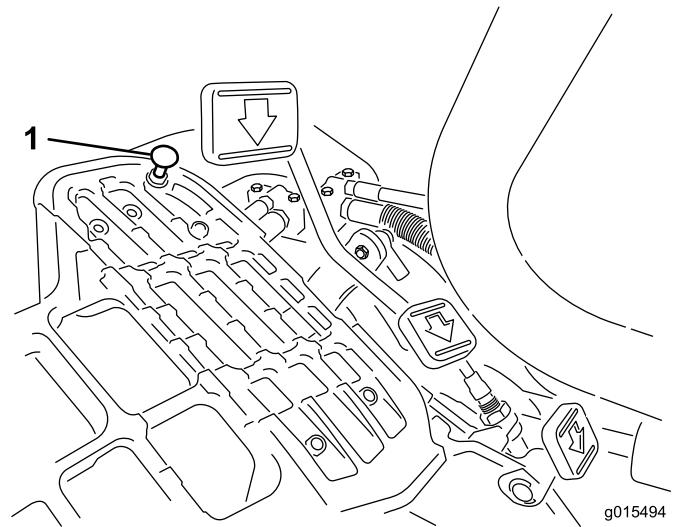

图52
向下按驱动踏板。如果在电缆感到张紧力之前，线缆踏板接触到停止器（图52），则需要进行调整：
1. 松开将踏板停止器固定到底板上的凸缘头锁紧螺母（图52）。